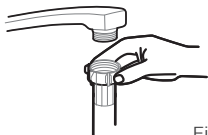

Fig. 2
2. Conecte o lado de 90° da mangueira de abastecimento de água no aparelho e o lado reto e com filtro em uma fonte de água (Fig. 2).